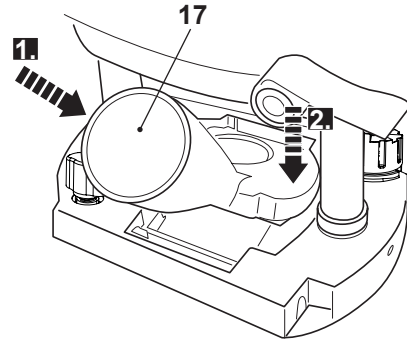

Fig. 11
- > Inserte el adaptador de aspiración (17) de la parte trasera del producto. Empuje el adaptador de aspiración (17) hacia delante (Fig. 11, paso 1) y después hacia abajo hasta que encaje con un sonido audible (Fig. 11, paso 2).
- > Empuje el adaptador de aspiración (17) hacia delante y levántelo para retirarlo del producto.